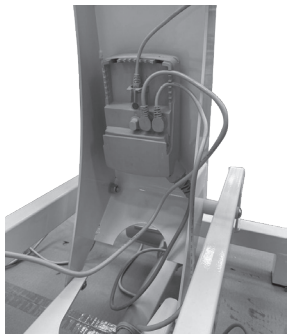

Fig.7
**Nota:** La fig.7 si riferisce alla modalità di installazione e di collegamento elettrico della centralina per i modelli MI380X-MI381X-MI390X-MI391X; per i modelli MI382X-MI383X-MI392X-MI393X, dove è presente un solo attuatore, le modalità di installazione sono le medesime, e sono dunque illustrate nella fig. 7, mentre lo schema di collegamento dei connettori di telecomando ed attuatore alla centralina è illustrato in Fig.4a.